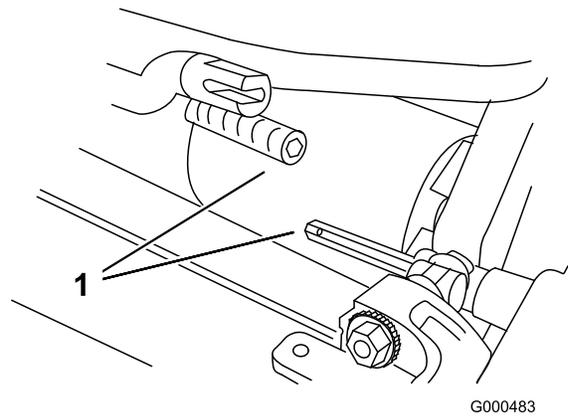

Figura 4
3. Empuje la unidad de corte por debajo de la unidad de tracción, y luego a la izquierda, para conectar el acoplamiento de la transmisión (Figura 4).